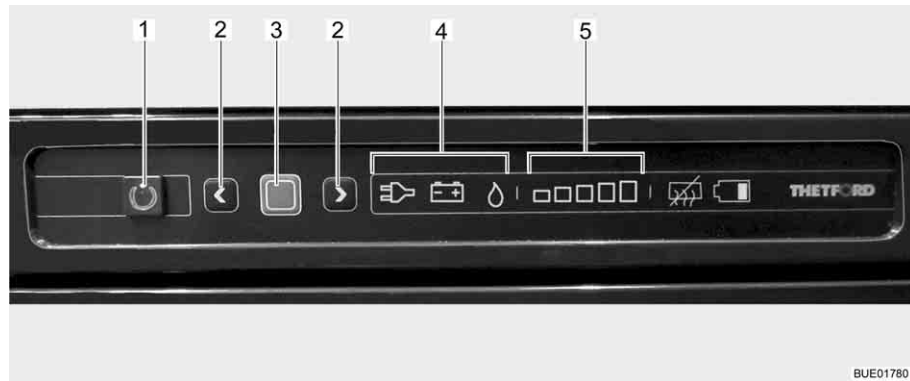

Bild 178 Bedienelemente für den Kühlschrank
Die aktuelle Betriebsart wird durch ein leuchtendes Symbol (Bild 178,4) an der Bedieneinheit angezeigt.
Nach dem Einschalten wählt der Kühlschrank automatisch die zuletzt gewählte Thermostateinstellung. Diese Einstellung kann manuell mit den Pfeiltasten (Bild 178,2) nachgeregelt werden. Die Leuchtbalken der Kühlstufenanzeige (Bild 178,5) zeigen die gewählte Thermostateinstellung an. Mit den Pfeiltasten wird die Kühltemperatur für alle drei Energiearten eingestellt. Es dauert einige Stunden, bis der Kühlschrank die normale Betriebstemperatur erreicht hat. Beim Umschalten der Betriebsart wird die Thermostateinstellung beibehalten. Die Kühltemperatur wird unabhängig von der Energieart beibehalten.
- Taste Ein/Aus (Bild 178,1) 1 Sekunde lang drücken. Taste (Bild 178,1) leuchtet grün auf. Nach ca. 10 Sekunden wird die Anzeige aus Energie-spargründen gedimmt.
- Bestätigungstaste (Bild 178,3) drücken. Die aktuelle Einstellung der Betriebsart wird angezeigt.
- Wenn nicht Betriebsart Gas eingestellt ist: Zum Ändern der Einstellung Bestätigungstaste (Bild 178,3) ca. 2 Sekunden lang drücken.
- Mit den Pfeiltasten (Bild 178,2) die Betriebsart Gas auswählen. Die Gaszufuhr ist geöffnet. Der Zündvorgang erfolgt automatisch. Ein tickendes Geräusch ist hörbar, bis der Zündvorgang erfolgreich abgeschlossen ist.
- Bestätigungstaste (Bild 178,3) ca. 2 Sekunden lang drücken.
- Bestätigungstaste (Bild 178,3) erneut drücken. Die aktuelle Kühlstufe wird durch die Leuchtbalken (Bild 178,5) angezeigt.
- Zum Ändern der Einstellung die Pfeiltasten (Bild 178,2) drücken, bis die gewünschte Einstellung angezeigt wird.
- Taste Ein/Aus (Bild 178,1) ca. 2 Sekunden lang drücken. Alle Lampen erlöschen. Der Kühlschrank ist abgeschaltet.
- Taste Ein/Aus (Bild 178,1) 1 Sekunde lang drücken. Taste (Bild 178,1) leuchtet grün auf. Nach ca. 10 Sekunden wird die Anzeige aus Energiespargründen gedimmt.
- Wenn nicht Betriebsart 230-V-Betrieb eingestellt ist: Zum Ändern der Einstellung Bestätigungstaste (Bild 178,3) ca. 2 Sekunden lang drücken.
- Mit den Pfeiltasten (Bild 178,2) die 230-V-Betriebsart auswählen.
- Wenn nicht Betriebsart 12-V-Betrieb eingestellt ist: Zum Ändern der Einstellung Bestätigungstaste (Bild 178,3) ca. 2 Sekunden lang drücken.
- Mit den Pfeiltasten (Bild 178,2) die 12-V-Betriebsart auswählen.